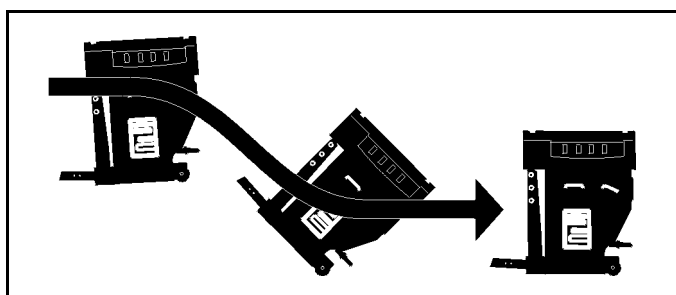

Abb. 2-3
5. Den Verteiler von der Anhängeraufnahme ziehen und vorsichtig auf den Fussboden legen. (Siehe Abb. 2-3)